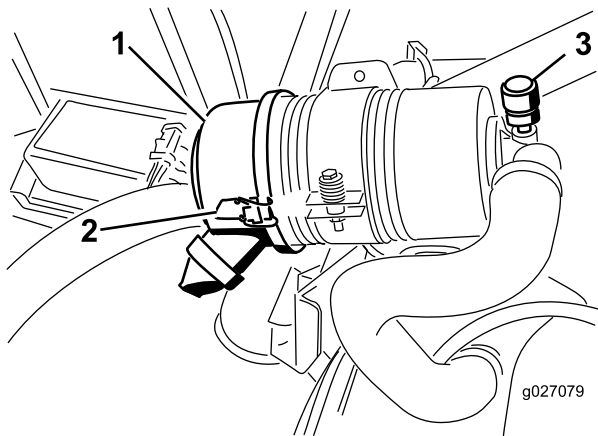

Рисунок 52
Обслуживание фильтра воздухоочистителя следует производить только тогда, когда этого требует индикатор обслуживания (Рисунок 52). Замена воздушного фильтра без необходимости ведет лишь к повышению вероятности попадания грязи в двигатель при извлечении фильтра.
2. Отпустите защелки, фиксирующие крышку воздухоочистителя на его корпусе (Рисунок 52).